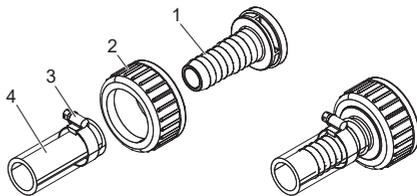

Рис. 8 Гидравлическое соединение под шланг
2. Наденьте на трубку (3) накидную гайку (2) (см. рис. 8).